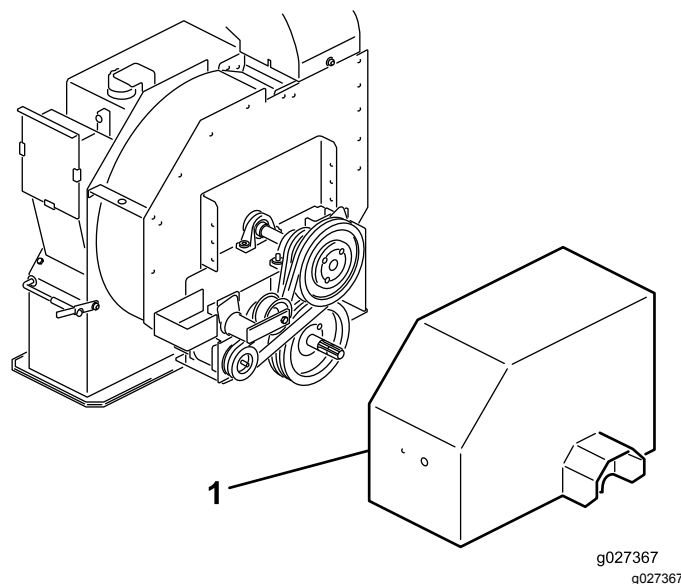

Figura 14
1. Allentate i bulloni e i dadi che fissano il carter di trasmissione all'alloggiamento della girante (Figura 14) e rimuovete il carter.
2. Sul retro del telaio, allentate il bullone che fissa il tendicinghia al telaio (Figura 14).